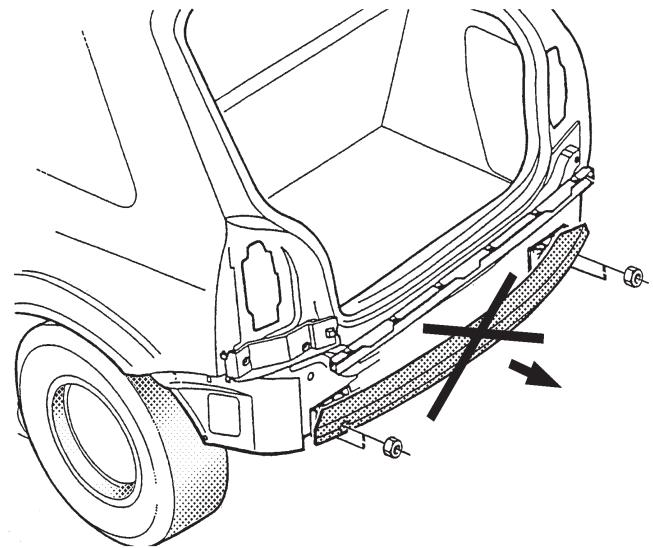

FIG.1
3. Scier la partie du pare-chocs indiquée avec le gabarit. Déposer le profilé de fixation métallique indiqué à la fig.1. Ce profilé ne sera pas remis en place.
3. Såga ut den angivna delen ur stötfångaren med hjälp av schablonen. Avlägsna monteringsprofilen av metall som anges i fig.1. Profilen förfaller.
3. Sav den angivne del ud af kofangeren ved hjælp af skabelonen. Fjern den på fig. 1 viste montageprofil af metal. Profilen anvendes ikke mere.
3. Serrar la parte indicada del parachoques con ayuda de la plantilla. Retirar el perfil de fijación metálico indicado en la fig. 1. El perfil no se vuelve a poner.
3. Con l'aiuto della sagoma, segare via dal paraurti la parte indicata. Rimuovere il profilo metallico di fissaggio indicato in fig. 1. Il profilo non dovrà essere rimontato.
3. Wypiąć wskazany odcinek zderzaka korzystając z szablonu. Metalowy profil wzmacniający zdemontować (rys. 1). Profil ten nie będzie ponownie wykorzystywany.